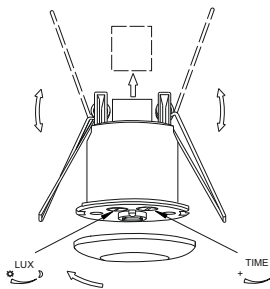

Рисунок 6 – Монтаж
- снять прозрачную крышку, защищающую контактные зажимы (рисунок 6).